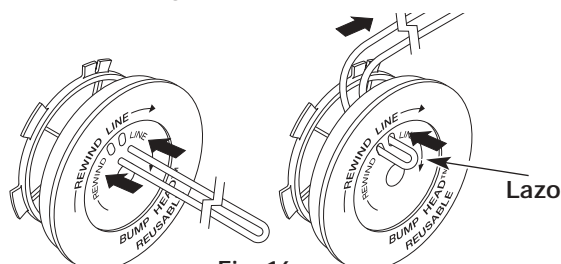

Fig. 16
6. Tome aproximadamente 25 pies (7.6 m) de nueva línea de corte, enlázela en dos longitudes iguales. Inserte cada extremo de la línea a través de uno de los dos orificios del carrete interior (Fig. 16). Pase la línea a través del carrete interior de modo que el lazo sea lo más pequeño posible.